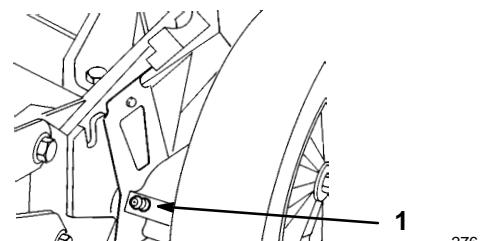

Figure 22
1. Essuyer les graisseurs des réglages de hauteur de coupe arrière (Fig. 22) avec un chiffon propre.